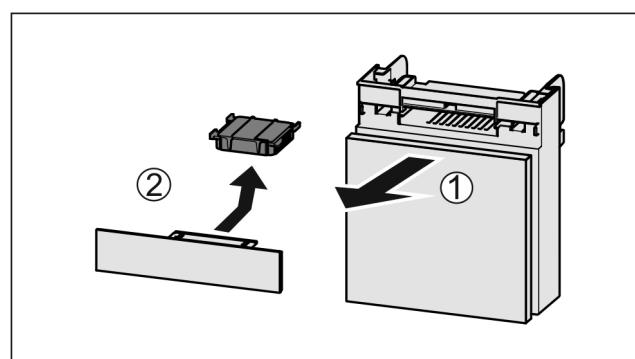

Fig. 54
- Zásuvku vytáhněte dopředu Fig. 54 (1).
- Filtr s aktivním uhlím vyjměte Fig. 54 (2).